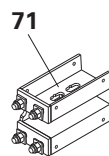

Fig. D1.04
A extensão VARIO (71) é um elemento com ligações aparafusadas para construção de uma correia VSRZ (72) ou para reforçar a estabilidade. (Fig. D1.04 + D1.05)